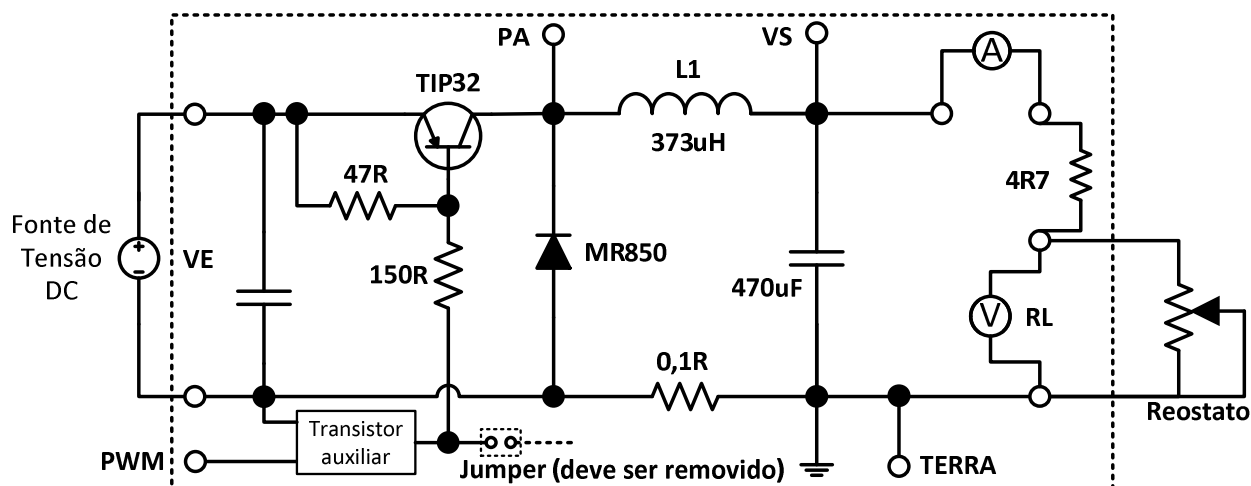
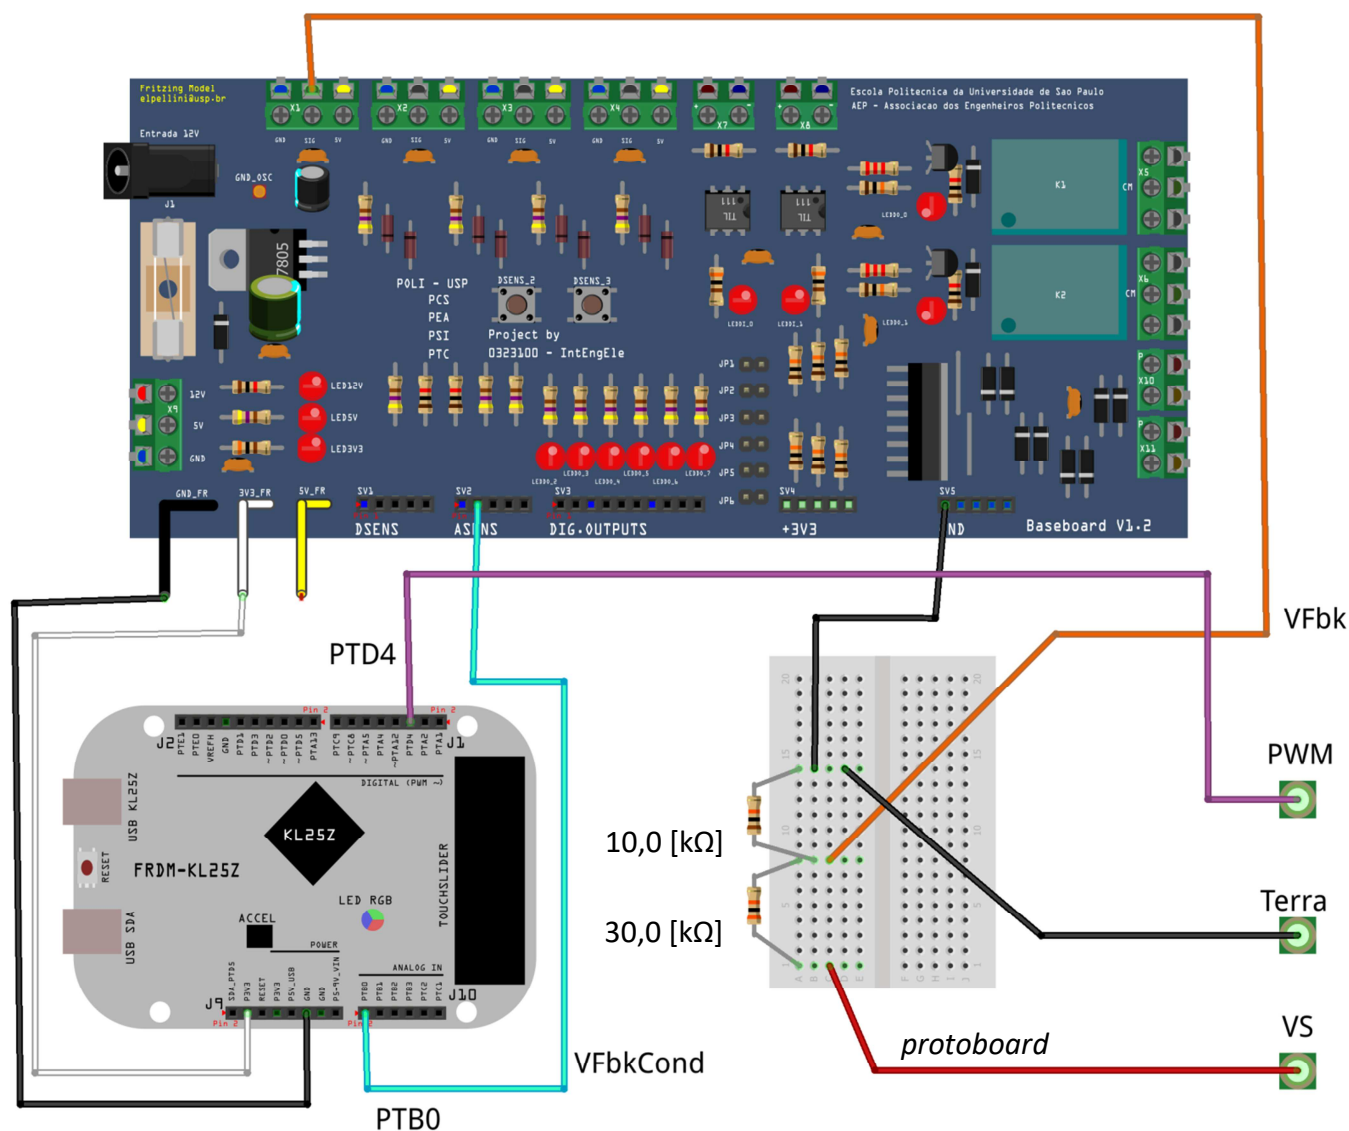

Fig. 1 - Placa "Fonte chaveada" ou placa de potência, preparada com dispositivos externos auxiliares para a realização do experimento.
Fig. 2 - Placa baseboard com KIT FRDM-KL25Z e *protoboard*.
2. Usando os cabos banana-banana ou banana-jacaré, prepare a placa da “Fonte chaveada” conectando os diversos dispositivos externos, como a fonte de tensão DC, o reostato de carga e o voltímetro ‘V’, como mostrado na Fig. 1. Inicialmente, substitua o amperímetro ‘A’ por um curto-circuito usando um cabo banana-banana. Verifique se o Jumper presente na placa está removido ou colocado em uma posição onde seus terminais permanecem desconectados. **Atenção: Certifique-se que a fonte de tensão DC está DESLIGADA antes de conectá-la à placa da “Fonte chaveada”.**
11. Prepare a placa do kit FRDM-KL25Z, a Baseboard e a *protoboard* como mostrado na Fig. 2.
15. Mostre ao professor os resultados obtidos até agora. Somente prossiga aos demais itens após a conferência pelo professor das medições em curso e das ligações efetuadas nas placas da Fig. 2.
- Interligue os pontos TERRA das placas mostradas na Fig. 1 e Fig. 2.
- Interligue os pontos VS das placas mostradas na Fig. 1 e Fig. 2.
- Interligue os pontos PWM das placas mostradas na Fig. 1 e Fig. 2.